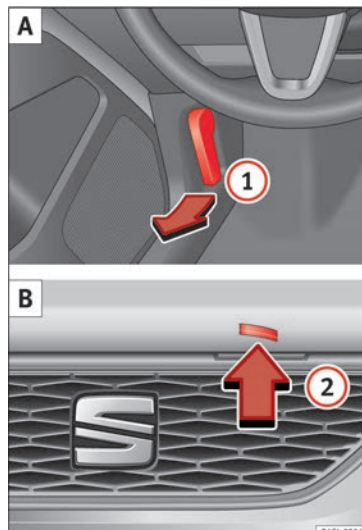

Fig. 8 A: Palanca de desbloqueo en la zona reposapiés, en el lado del conductor. B: Palanca de desbloqueo en el capó del motor.
- Antes de abrir el capó, asegúrese de que los brazos del limpiaparabrisas reposen sobre el parabrisas » ❶ en Preparativos para trabajar en el vano motor de la pág. 202.
• Tire de la palanca de desbloqueo ① en la dirección de la flecha » fig. 8 A. Por la reacción resorte del muelle, el capó del motor sale impulsado del elemento de bloqueo de la pieza portacerradura » ⚠ en Preparativos para trabajar en el vano motor de la pág. 201.
• Levante ligeramente el capó del motor y presione al mismo tiempo la palanca de desbloqueo ② B en la dirección de la flecha para abrir por completo el capó del motor.
• Extraiga la varilla de sujeción del capó de su soporte en la dirección de la flecha ③ C y colóquela en la abertura prevista para tal fin ④ D (flecha).